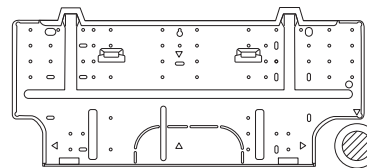

Fig. 3-38
- (1) Fissare il pannello posteriore al muro con le 8 viti in dotazione. (Fig. 3-38)